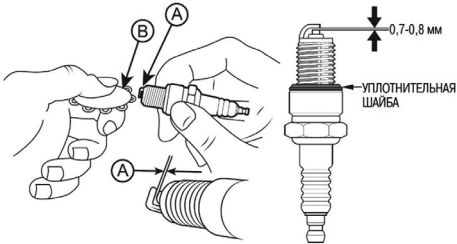

Рис. 23 Обслуживание свечи зажигания
4. Измерьте зазор А между электродами свечи зажигания специальным щупом В. Зазор должен быть 0,7–0,8 мм (Рис. 23). При увеличении или уменьшении требуемого зазора, рекомендуется заменить свечу, так как регулировка зазора может привести к изменению качества искрообразования.